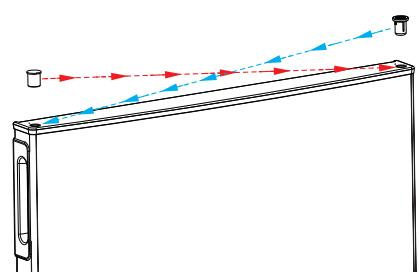

Fig. 14
- ▶ Anbring blindpropnen i boringen på højre side (fig. 14).